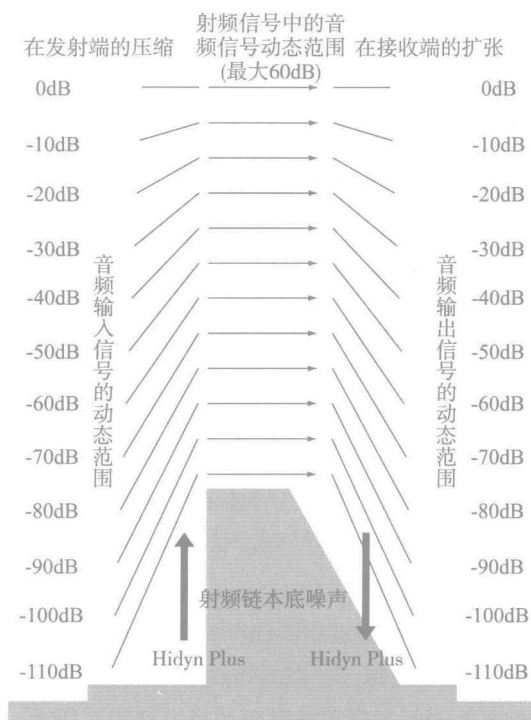

图6 HiDyn plus 的运作
(3)HiDyn plus 降噪技术:为了改善射频发射与接收链中明显的固有噪声,提高传输质量,Sennheiser 无线话筒率先开发了这项专利降噪技术。其运作原理如图6所示,它增加了音频信号的动态范围,是通过发射前发射机压缩信号,及接收后接收机扩张信号,恢复音频信号的原始动态范围实现的。经HiDyn plus 处理的信号,在下限,保证不被本底噪声和干扰所淹没;在上限,保证不被过调而失真。这两个界限之间的范围即动态范围,它对主观音质评价有很大的影响,HiDyn plus 能确保稳定的高质量发射,有效地将信噪比提高到110dB(A计权)。